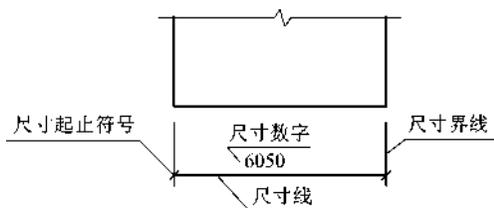

图 1-93 尺寸的组成
(1) 一个完整的尺寸，包括尺寸界线、尺寸线、尺寸起止符号和尺寸数字，如图 1-93 所示。
(2) 尺寸界线应用细实线绘制，一般应与被注长度垂直，其一端离开图样轮廓线不应小